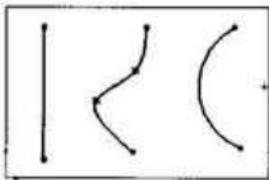

图 2-26 绘制草图实体
- (3) 使用草图工具栏中的■（直线）工具、■（样条曲线）工具、■（圆弧）工具在实体矩形框中任意绘制出如图 2-26 所示的草图实体。然后单击草图工具栏中的■（延伸实体）工具，选取其中的一条线段进行操作，但会发现操作无法顺利进行，原因是■（延伸实体）工具不能将一段直线或样条曲线延伸到特征实体的边线上。